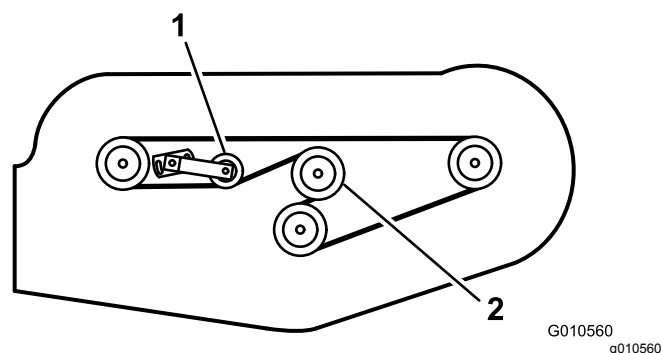

図 30
6. 新しいベルトをギアボックスの周囲からスピンドルプーリ、固定アイドルプーリ、可動プーリへと回し掛ける 図 30。